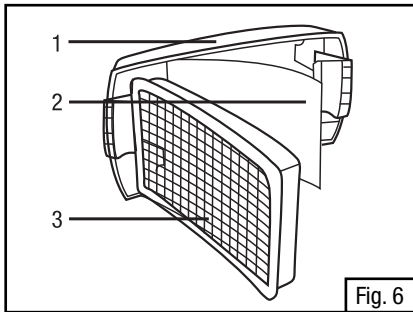

Fig. 6
3. Coloque el filtro HE y el prefiltro o inhibidor de chispas (si usa uno) en la cubierta del filtro de acuerdo con la Fig. 6. Asegúrese que la etiqueta del filtro HE pueda verse en la ventana de la cubierta del filtro. **Nota:** El TR-3600 no puede usarse en combinación con TR-362 o TR-362-SG. Remítase a la etiqueta de aprobación NIOSH del TR-300 para confirmar qué producto puede usarse con su configuración de sistema.